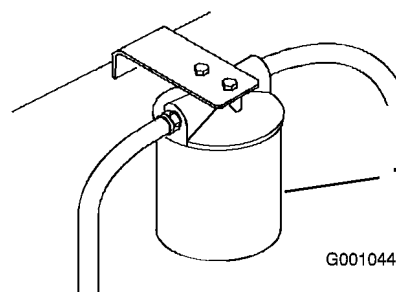

Figure 56
- Placez un bac de vidange sous le filtre, retirez le filtre usagé et essuyez la surface du joint de l'adaptateur (Figure 56).